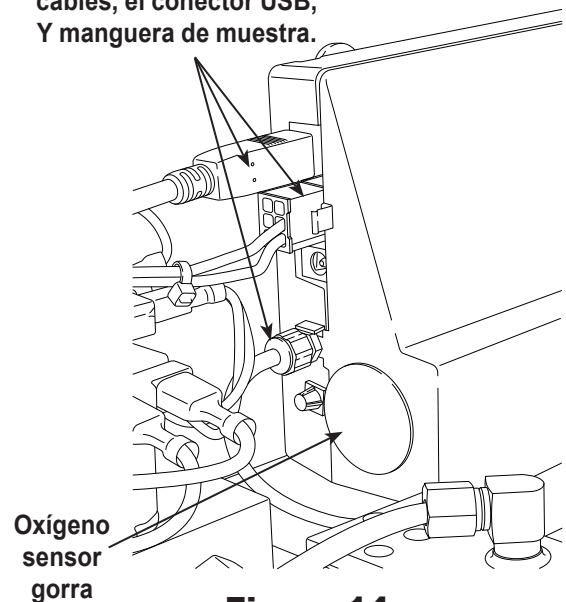

Figura 14
3. Desconecte el cableado, el conector USB y la manguera de muestra del identificador. Vea la Figura 14.
6. Desconecte el mazo de cables del conector presionando en la lengüeta central. Tire de los conectores aparte. Vea la Figura 14.